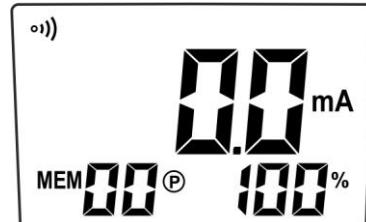

Fig. 20
- L'instrument affiche le message « **OL Ω** » sur l'écran, car il se configure automatiquement pour la mesure de la résistance. Appuyez brièvement sur la touche **▲A** pour accéder au mode de mesure du courant. S'affiche à l'écran Fig. 20.